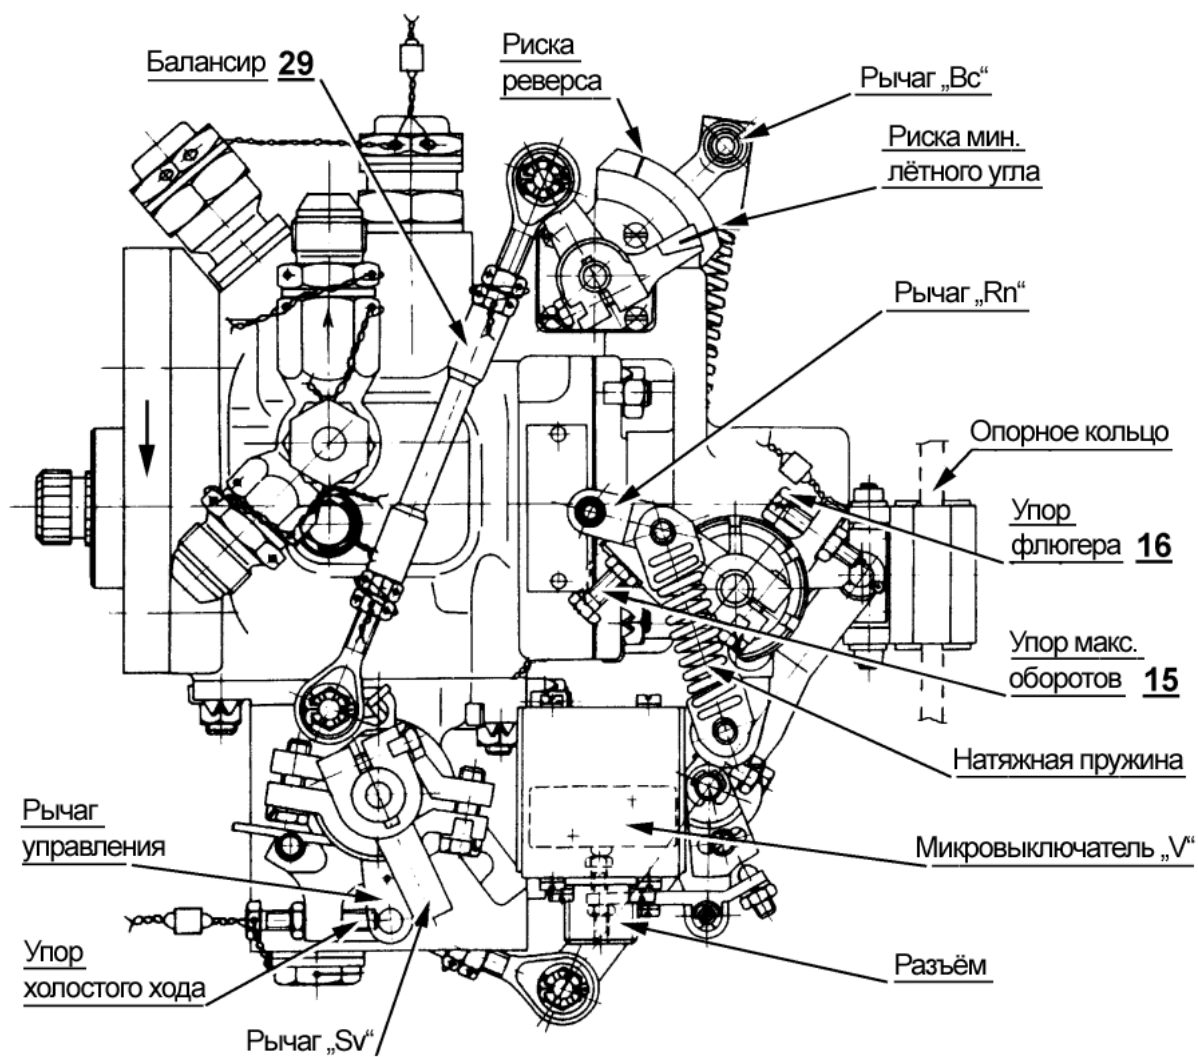
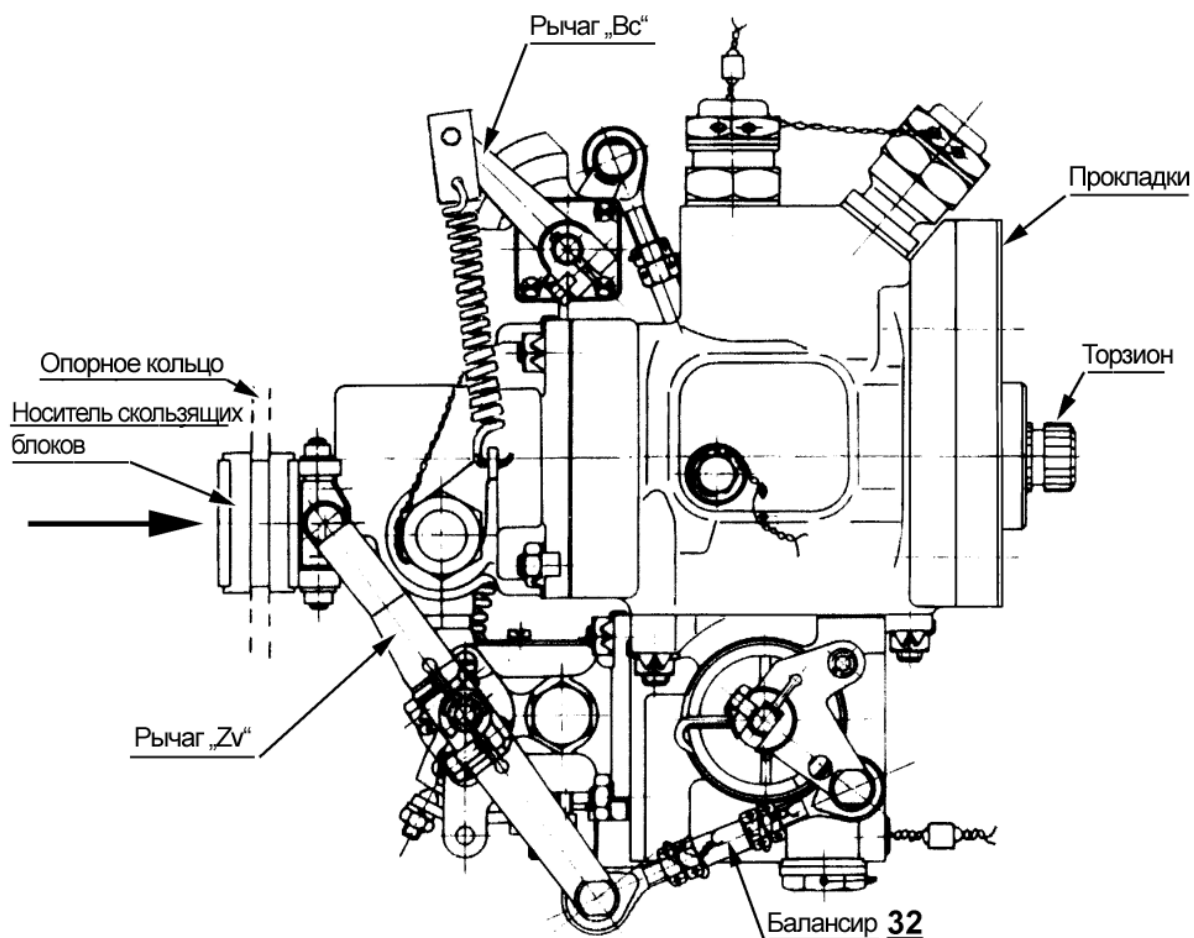

Рисунок 11-12 Регулятор LUN7815.03 Вид от двигателя
Рисунок 11-13 Регулятор LUN7815.03 Вид от двигателя
- (1) Проверить состояние регулятора на наличие видимых повреждений.
- (2) Проверить наличие на рычаге "Rn" натяжной пружины (Рисунок 11-12).
- (3) Проверить фиксирование всех элементов (рисунки 11-12, 11-13, 11-14).
- (5) Рычагом "Вс" (Рисунок 11-12) в исходном положении (риска на рычаге с кулачком перекрывается с риской минимального угла на шкале регулятора, а штифт рычага управления соприкасается со стопором) и еще раз проверьте ход рычага "Rn" от стопора [15] к стопору [16]
- (9) Передвинуть рычаг "Zv" в направлении стрелки (Рисунок 11-13) и убедиться на слух, что произошло переключение в микропереключателе "V" (Рисунок 11-12)
- (10) На соединения элементов 29 и 32 нанесите рекомендуемый смазочный материал.
- (11) Проверьте поверхность прилегания фланца регулятора с центральной частью и фланца в двигателе. Поверхности должны быть чистыми и без повреждений. Поверхности очистите чистой тканью, при необходимости смочите ткань растворителем.
- (12) Попробуйте вращать валом регулятора. Вращение вала должно быть свободным.
- е) Проверить наличие в стопорной гайке ролика 5/16" и подтяните гайку. Все зафиксируйте скрепляющей проволокой (Рисунок 11-12).
(19) К рычагу "Rn" балансир от рычага регулировки винта (Рисунок 11-12) и закрепите.
(20) К рычагу "Bc" в исходном положении (риска на рычаге с кулачком перекрывается с риской мин. летного угла на шкале регулятора и штифт рычага управления упирается в стопор) - Рисунок 11-12 – присоедините балансир от управления двигателя и зафиксируйте.
(21) Подключить разъём к микровыключателю и зафиксировать.
(22) Выполнить основную наладку регулятора в соответствии с действиями, описанными далее в этой главе.